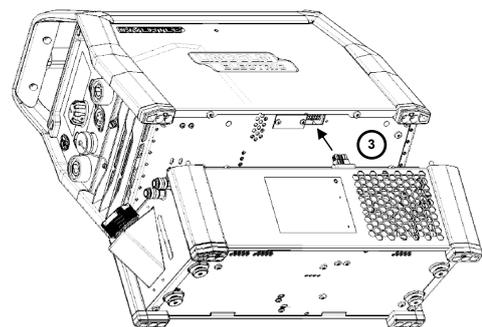

Figura 2
3. Coloque a fonte de energia no reservatório de líquido de refrigeração e incline-o ligeiramente para ligar a ficha do mesmo à fonte de energia (Figura 2).